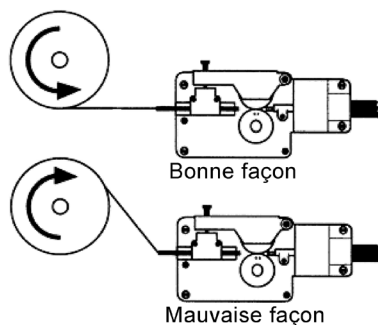

Fig. 4
4. Placez la bobine sur la broche de façon à ce que le fil soit droit, et non pas incliné, au moment d'entrer dans le mécanisme de l'appareil de soudage (fig. 4).